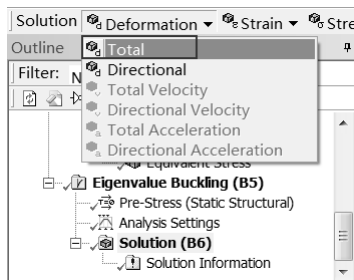

图 14-39 添加变形选项
Step2：选择 Solution 工具栏中的 Deformation（变形） Total 命令，如图 14-39 所示，此时在分析树中会出现 Total Deformation（总变形）选项。